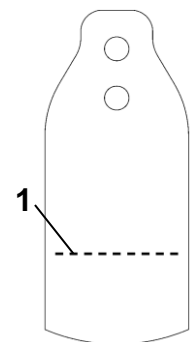

Abbildung 3
- Bei der Verwendung des UB1 in einem Rohr mit dem Durchmesser DN 25 muss das Paddel (Abb. 3) an der gekennzeichneten Trennlinie (Pos.1) gekürzt werden.